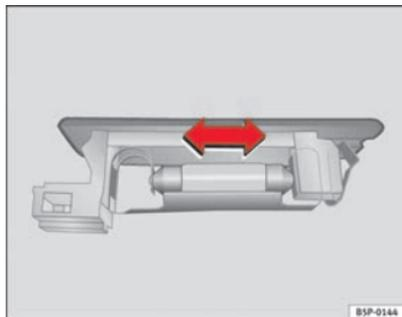

Abb. 153 Gepäckraumleuchte
- Drücken Sie die Lampe zur Seite und nehmen Sie sie aus ihrer Halterung heraus ⇒ Abb. 153. ■